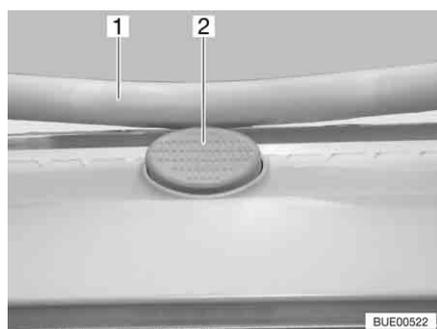

Fig. 88 Bottone di sicurezza sull'oblò Heki
- Premere il bottone di sicurezza (Fig. 88,2) e tirare verso il basso la staffa (Fig. 88,1) con entrambe le mani.
- Premere la staffa verso l'alto con ambedue le mani, finché la staffa non poggia al di sopra del bottone di sicurezza (Fig. 88,2).